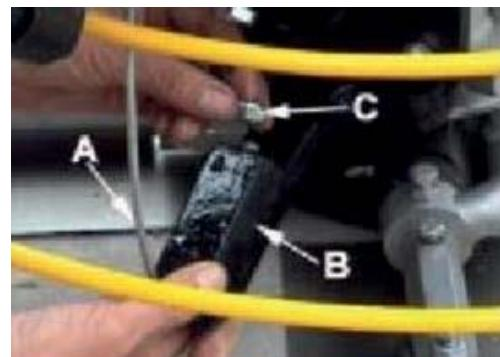

Рис.3
С ручкой, установленной на нижнем блоке, прикрепить тросик продольного управления (A), протянув его через отклоняющую ручку (B), используя оставшуюся 10 мм гайку (C). Затянуть гайку (Рис.3).